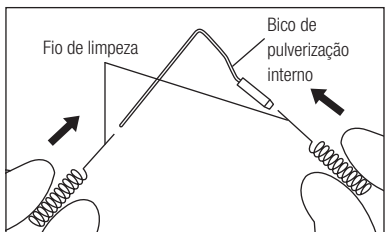

Fig. 13
- 1) Limpe internamente o bico de pulverização interno e/ou o bico de pulverização externo utilizando fio de limpeza. (Fig. 13,14) (X-SG20L / X-SG25L / SG20)